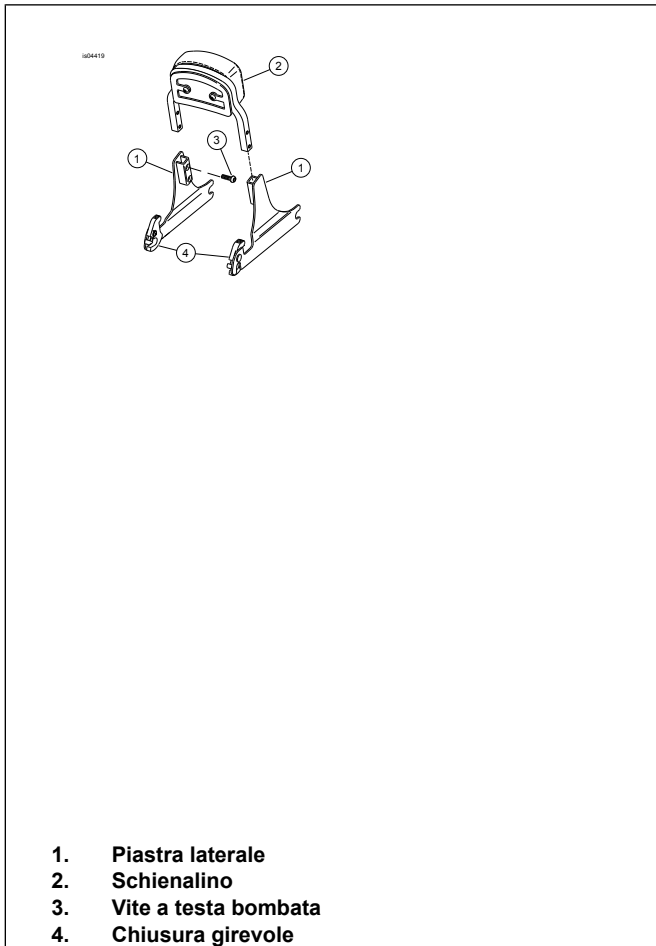

Figura 1. Gruppo piastre laterali rimovibili dello schienalino
1. Vedere Figura 1. Installare lo schienale (2) nuovo o quello esistente sulle piastre laterali rimovibili (1), utilizzando quattro viti a testa bombata (3) dal kit. Applicare Loctite 243 (blu) alle filettature delle viti prima dell'installazione. Serrare le viti ad una coppia di 11–14 N·m (96–120 in-lbs).